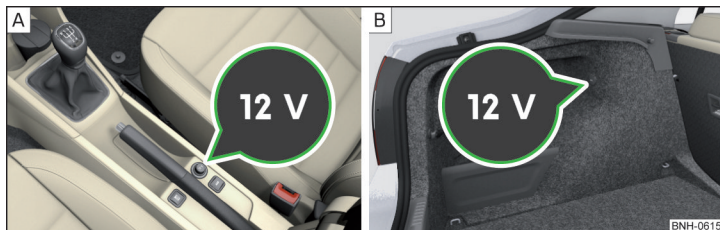

Fig. 72 Capacul prizei de 12 V: în consola centrală față/în portbagaj
- Pentru **utilizare**, scoateți capacul prizei » fig. 72 -  sau deschideți capacul prizei » fig. 72 - .